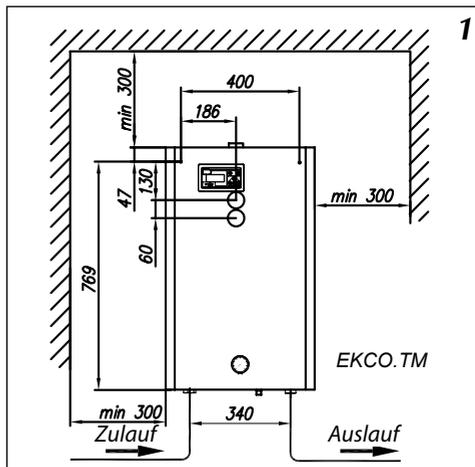

Abb.1 Kesselmontageskizze
1. Den Kessel mit den Befestigungsschrauben senkrecht montieren. Abstände von der Wand und Decke sind gemäß Abb. 1 einzuhalten.